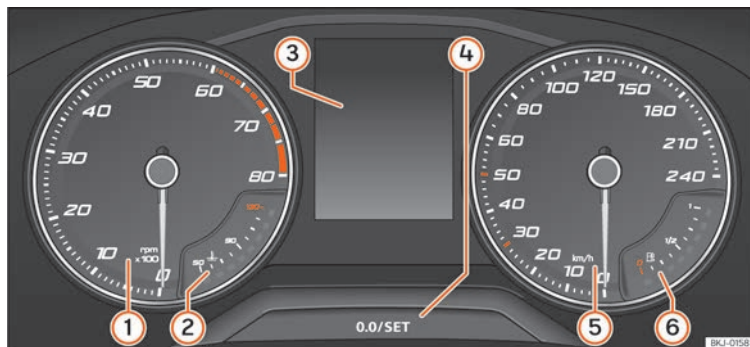

Fig. 116 Cuadro de instrumentos en el tablero de instrumentos.
»» fig. 116:
- Pulse brevemente el botón **[0.0/SET]** »» **fig. 116**  para restablecer el cuentakilómetros parcial a 0.